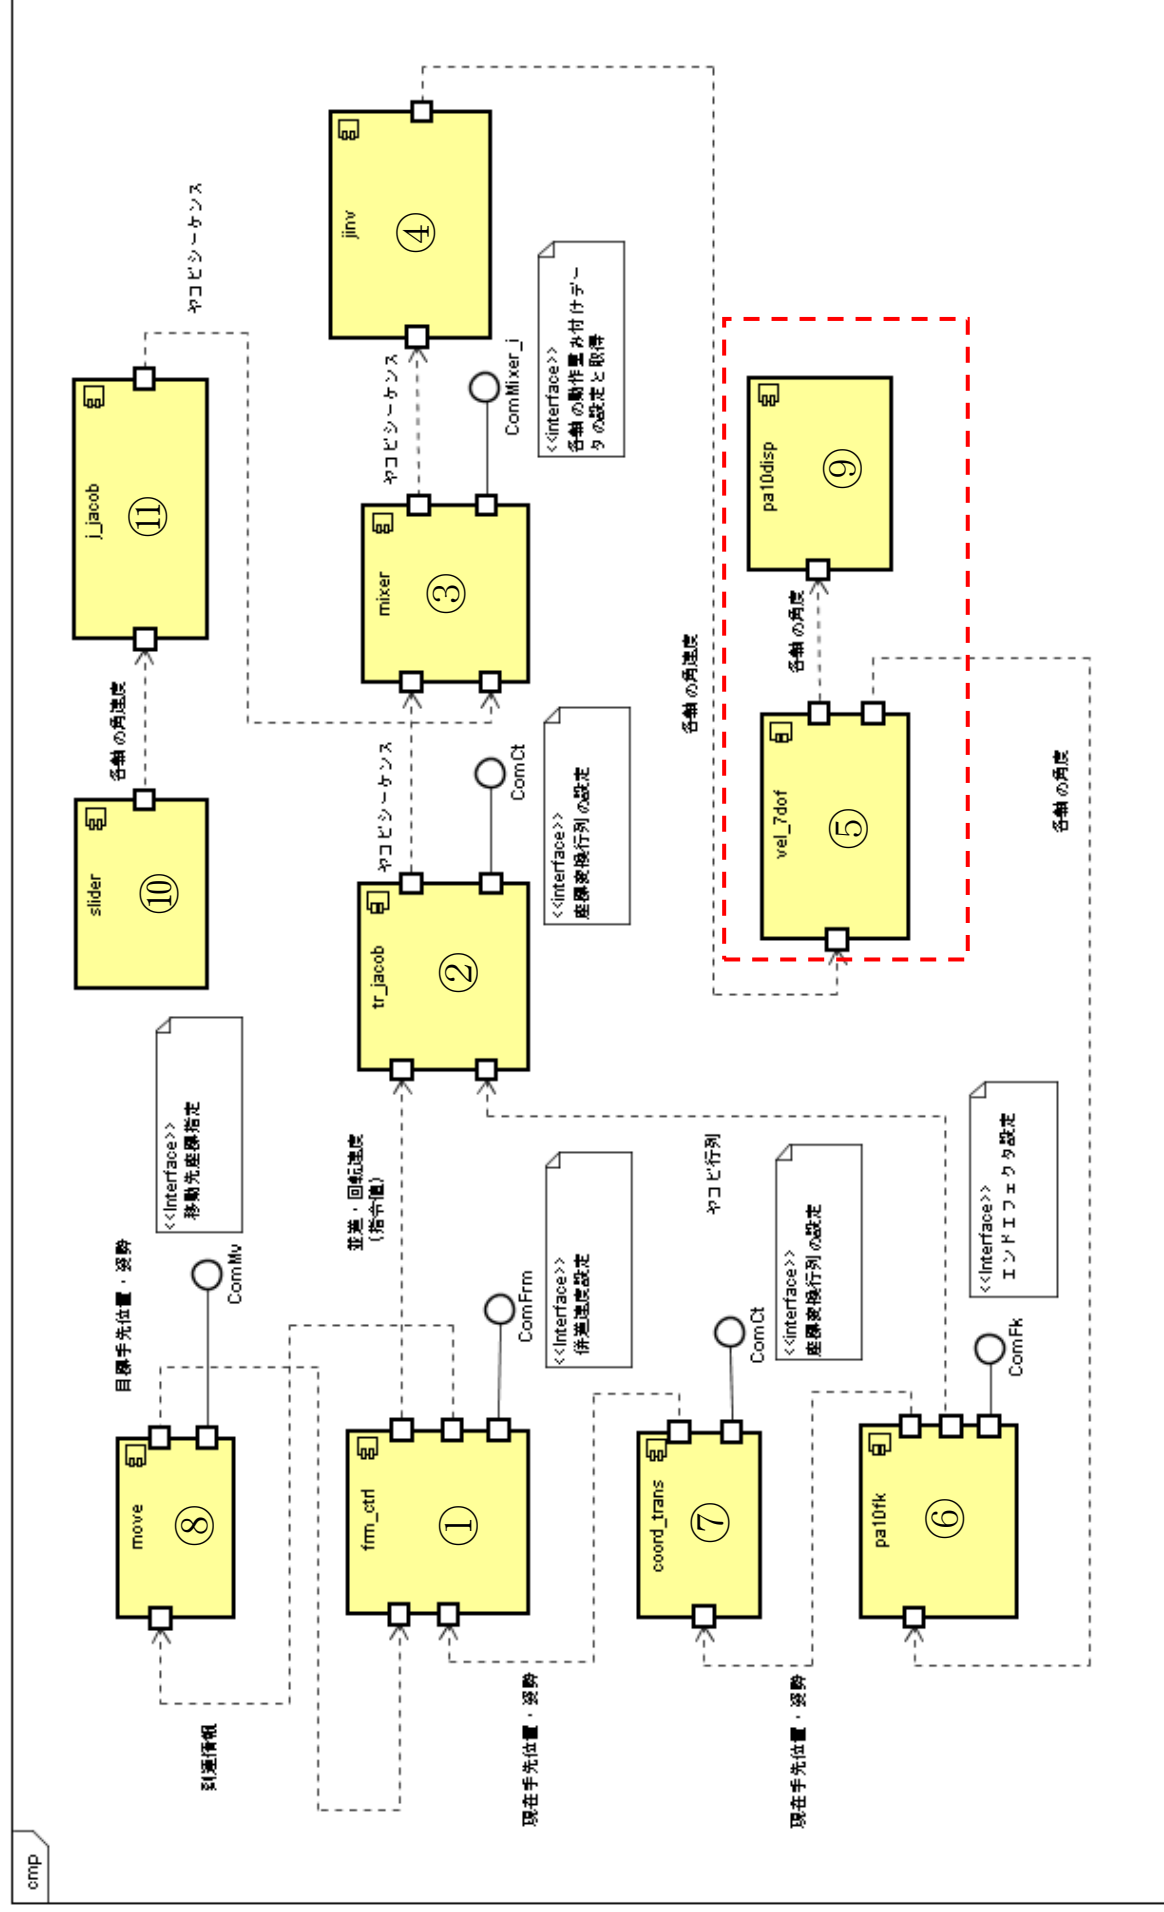
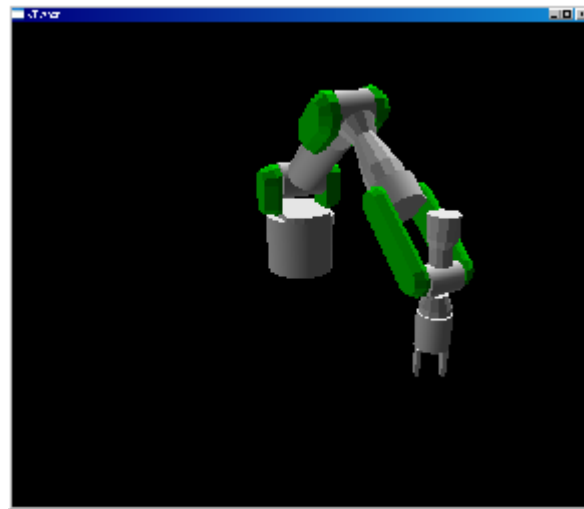

図 2-1 シミュレータ接続時モジュール構成図 (分解運動速度制御モード)
図 2-2 VPython シミュレータ表示画面
シミュレータ動作時の本知能モジュール（分解運動速度制御モード）は図 2-1 に表されるように、
で構成される。手先の目標位置・姿勢の設定は操作制御コンポーネントで、動作速度の上限設定は軌跡制御コンポーネントで、手先ツール長の設定は PA10 順運動学計算コンポーネントでサービスとして提供されている。図 2-1 シミュレータ接続時モジュール構成図中の点線で囲んだ箇所は動作環境に合わせて付け替える部分であり、ここでは VPython によるシミュレータ環境を接続したものである。図 2-2 が VPython シミュレータ表示画面になる。
実機動作時のモジュール構成（分解運動速度制御モード）は、前節のシミュレータ関連コンポーネント（⑤、⑨）を実機制御コンポーネント（⑫）に置き換えたものになる。図 2-3 に実機動作時モジュール構成図を示す。図 2-3 実機動作時モジュール構成図と図 2-1 シミュレータ接続時モジュール構成図の違いは図中の点線で囲んだ部分のみである。本モジュールに接続した実機の写真を図 2-4 接続した実機に示す。